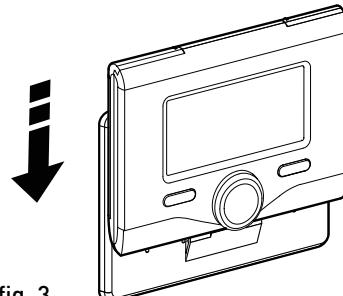

fig. 3
- poner la interfaz de sistema sobre la base, empujándola delicadamente hacia abajo (fig.3).